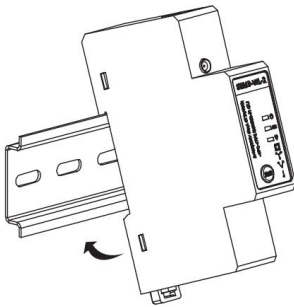

Abbildung 1
- (1) Wählen Sie eine Hutschiene mit einer Breite von 35 mm und ziehen Sie die Klammer am unteren Ende des Drehstromzählers nach unten;
- (2) Setzen Sie zuerst die obere Nut des Drehstromzählers auf die Hutschiene auf, wie in Abbildung 1 gezeigt;